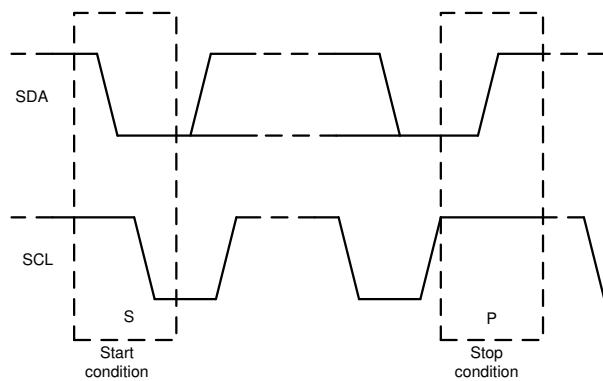

図 6-24. START 条件と STOP 条件
1. コントローラは、スタート条件を生成することで、データ転送を開始します。図 6-24 で示されているように、SCL がハイの状態では SDA ラインにハイからローへの遷移が発生すると、スタート条件となります。すべての I2C 互換デバイスは、スタート条件を認識します。
4. データ転送の終了を通知するために、図 6-24 に示されているように、コントローラは SCL ラインがハイの状態では SDA ラインをローからハイに引き上げることでストップ条件を生成します。このアクションによってバスが解放され、アドレス指定されたターゲットとの通信リンクが停止します。すべての I2C 互換デバイスが、ストップ条件を認識します。ストップ条件の受信によって、バスは解放され、すべてのターゲットデバイスはスタート条件および一致するアドレスが送信されるのを待ちます。